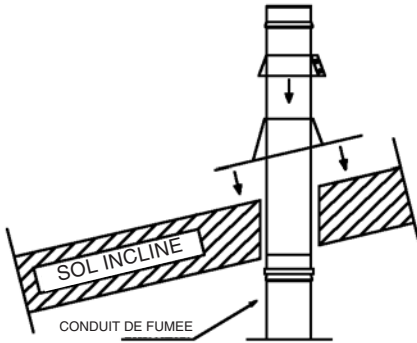
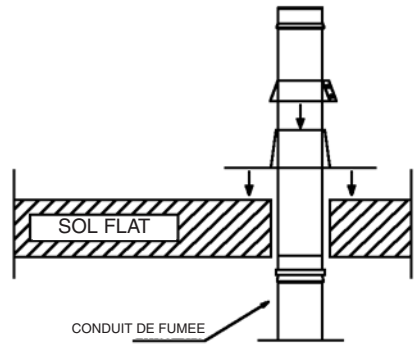

FIGURE 4A Schéma de montage du solin incliné avec collet (larmier) anti-intempéries
FIGURE 4B Schéma de montage du solin plat avec collet (larmier) anti-intempéries
- 2) Envelopper le tube et le cône du solin avec le collet anti-intempéries en serrant les vis et en fermant hermétiquement le tout avec un voile de silicone, comme illustré dans la figure 4a et figure 4b.